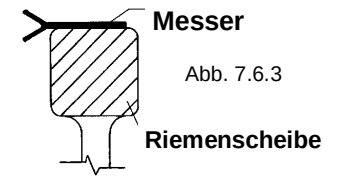

Abb. 7.6.3
- Das Messer muss sich an die Riemenscheiben schmiegen, der schneidende Abschnitt bleibt aber frei, er muss herausragen. Siehe Abb. 7.6.3.